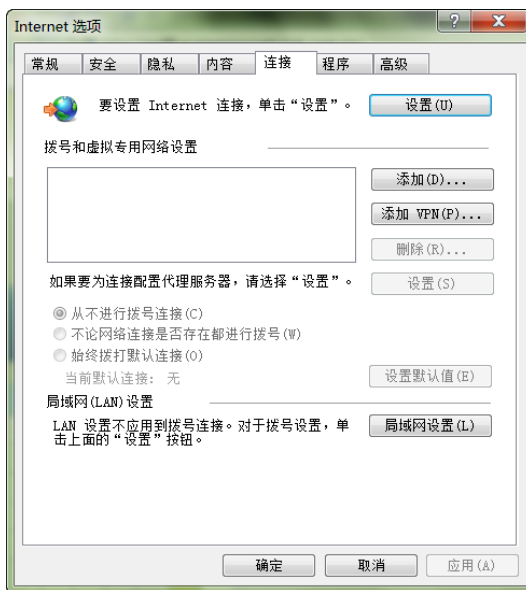
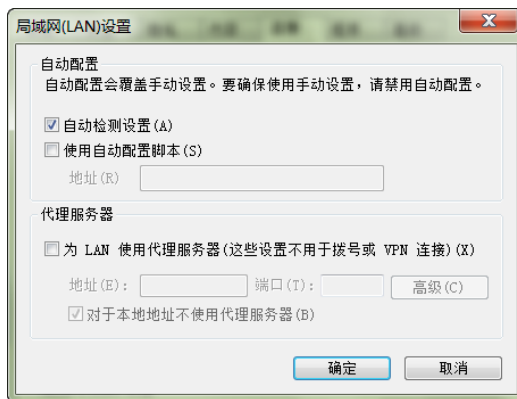

图3-2 选择连接页签
图3-3 局域网设置
1. 双击 IE 图标运行该软件，点击菜单**工具→Internet 选项**，然后选择**连接**页签，弹出如图 3-2 所示页面。
2. 如图 3-2 所示的页面中，点击**局域网设置 (L)**，弹出如图 3-3 所示页面。